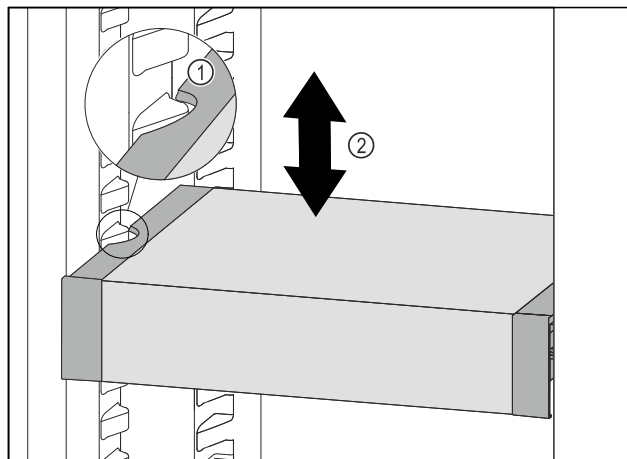

Fig. 140
- Táhněte VarioSafe dopředu, dokud nebudou boční vybrání VarioSafe na úrovni žebrování na nádoby v chladniče. *Fig. 140 (1)*
- Posouvejte VarioSafe v chladniče nahoru nebo dolů, dokud nedosáhnete požadované výšky. *Fig. 140 (2)*